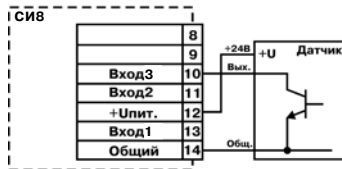

Рис. 3
- активные датчики, имеющие на выходе транзистор *n-p-n*-типа с открытым коллекторным выходом. Для питания таких датчиков на клеммник прибора выведено напряжение  $+24\pm 3$  В (максимальный ток нагрузки 100 мА) (рис. 3);